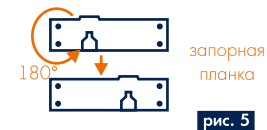

рис. 5
- расположите ответную планку (6) на уровне запорной планки **рис. 5**;
- отметьте границу расположения планки (6) и по ним сделайте углубление в дверном коробе на 2 мм, чтобы планка встала вровень с дверью;
- если запорная планка утапливается в короб двери или стену, воспользуйтесь накладкой запорной планки (14), выбрав паз под нее;
- необходимо открутить 4 шурупа, вынуть запорную планку и перевернуть ее на 180°, как показано на **рис. 5**.